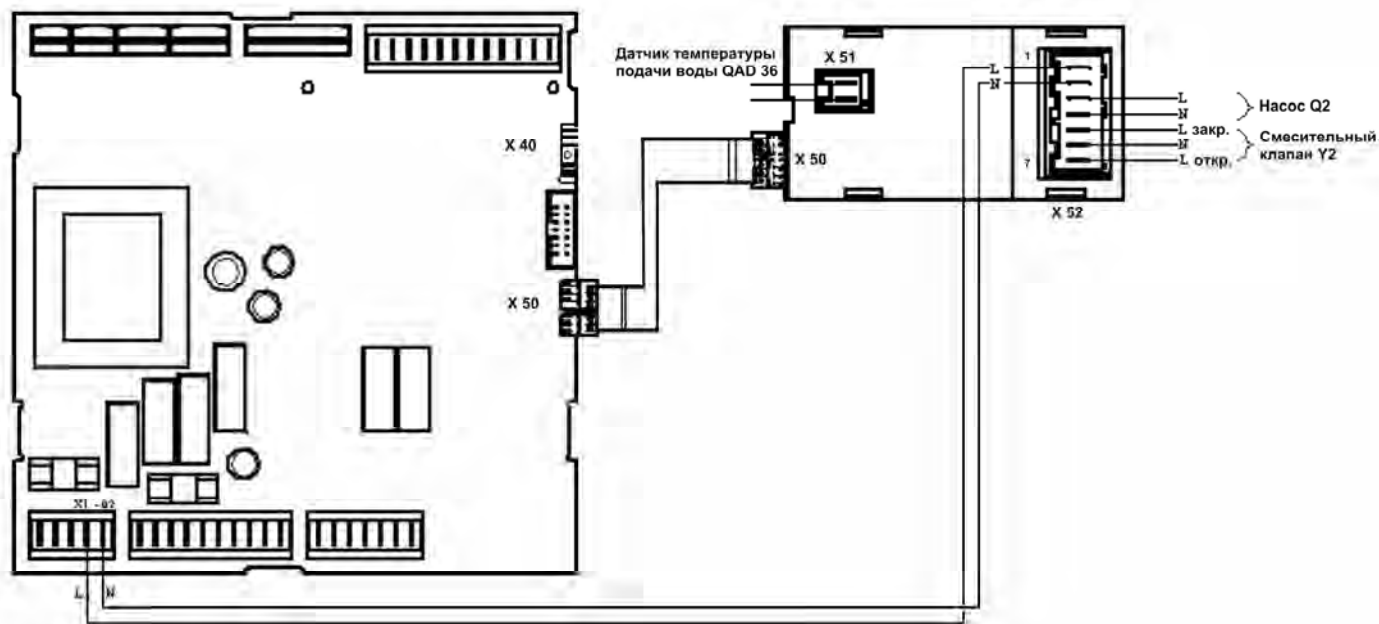

Рис.3
- Контакты термостата комнатной температуры должны быть подключены к клеммам 3-4 "ТА" клеммной колодки (см. рис. 3). Необходимо удалить перемычку, замыкающую контакты.